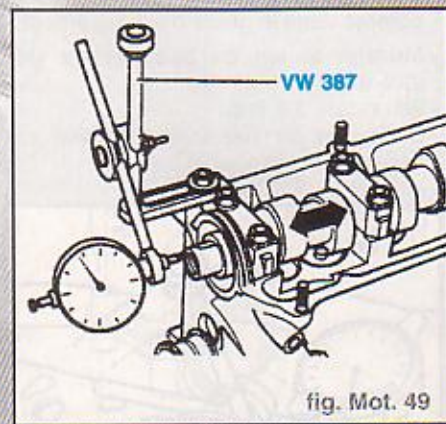

fig. Mot. 49
- Mesurer le jeu axial : celui-ci doit être inférieur à **0,15 mm** (fig. mot. 49).